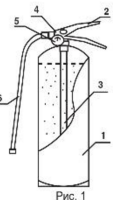

Рис. 1
4.1. Огнетушитель (рис. 1) состоит из корпуса 1, наполненного огнетушащим порошком 7. На горловине закреплено запорно-пусковое устройство 4 с индикатором давления 5. ЗПУ оснащено ручкой для переноски огнетушителя и ручкой для управления подачей порошка 2. Огнетушитель оснащен сифонной трубкой 3, гибким рукавом 6 (кроме ОП-1, ОП-2, ОП-3) и распылителем для получения факела распыла порошка. Огнетушитель оснащен чехол для предотвращения саморазбавления.
Маркировочная окраска баллона (ВПОП) – КРАСНЫЙ ЦВЕТ в соответствии с требованиями ГОСТ Р 12.4.026. Баллоны для модулей порошкового пожаротушения автоматические (БМПШ) согласно ГОСТ Р 52286-2009 по согласованию с потребителем могут быть окрашены в тон интерьера. На баллоне нанесена маркировка в одну, две или три строки. Допускается размещение наклейки (надписи) в центральной части цилиндрической поверхности, граничащей с верхней крышкой: по диаметру крышки, вдоль баллона по высоте, по диаметру цилиндрической части обечайки в нижней, средней или верхней частях обечайки (смотри рис. 1). Содержащая следующую информацию: а) наименование и (или) обозначение типа, марки, модели баллона; б) параметры и характеристики, влияющие на безопасность (рабочее и пробное давление, масса порошкового баллона, вместимость баллона); в) наименование материала, из которого изготовлен баллон г) товарный знак изготовителя; д) заводской номер; е) дата изготовления (производства); ж) знак ЕАС